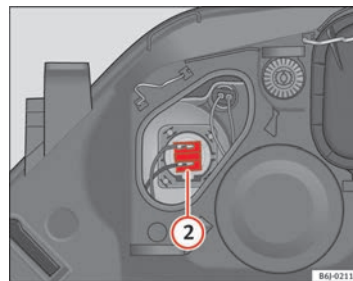

Abb. 141 Fernlicht
- Ziehen Sie den Stecker ⇒ Seite 226, Abb. 141 ② nach außen ab.